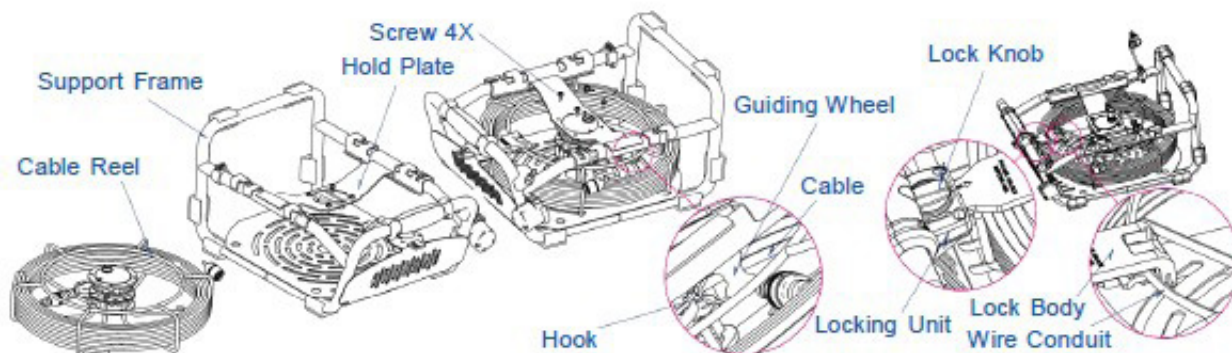

Figura 6. Installazione e bloccaggio dell'avvolgicavo
1. Installare il naspo e fissare il cavo (Figura 6.)